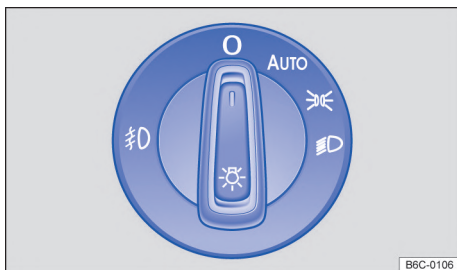

Fig. 61 Al lado del volante: interruptor de luces.
El testigo de control **☞** en el conmutador de las luces → fig. 61 indica que el faro antiniebla está encendido.
- Encender el farol de neblina: tirar del interruptor de las luces → **fig. 61** de la posición **☞** o **☞** hasta la primera marcha.